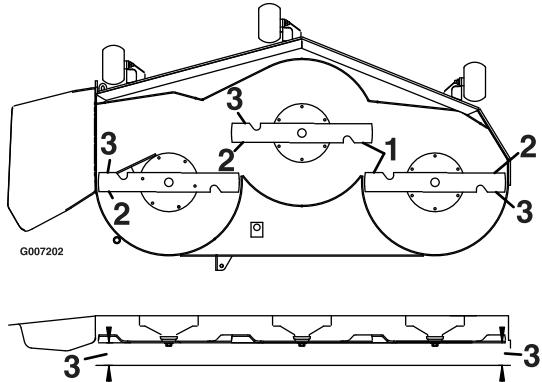

Figure 62
- Mesurez la distance entre les tranchants extérieurs et le sol plat (Figure 62). Si les deux mesures diffèrent de plus de 5 mm (3/16"), un réglage s'impose. Poursuivez la procédure de mise à niveau.